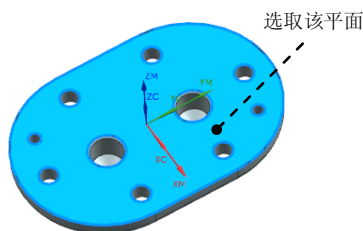

图 19.11 选取面
(1) 单击“钻”对话框 **指定孔** 右侧的  按钮，系统弹出“点到点几何体”对话框，单击 **选择** 按钮，系统弹出“点位选择”对话框。单击 **面上所有孔** 按钮，系统弹出“选择面”对话框。
(2) 单击 **最小直径 -无** 按钮，然后再 **直径** 文本框中输入 9.0，单击 **确定** 按钮，然后选取图 19.11 所示的面，分别单击“选择面”对话框和“点位选择”对话框中的 **确定** 按钮，返回“点到点几何体”对话框。
(3) 单击“点到点几何体”对话框中的 **优化** 按钮，单击 **最短刀轨** 按钮，单击 **优化** 按钮，单击“**接受**”按钮，单击“点到点几何体”对话框中的 **确定** 按钮，返回“钻”对话框。
(1) 单击“钻”对话框中 **指定顶面** 右侧的  按钮，系统弹出“顶面”对话框。
(2) 在“顶面”对话框中的 **顶面选项** 下拉列表中选择  选项，然后选取图 19.11 所示的面。
(3) 单击“顶面”对话框中的 **确定** 按钮，返回“钻”对话框。